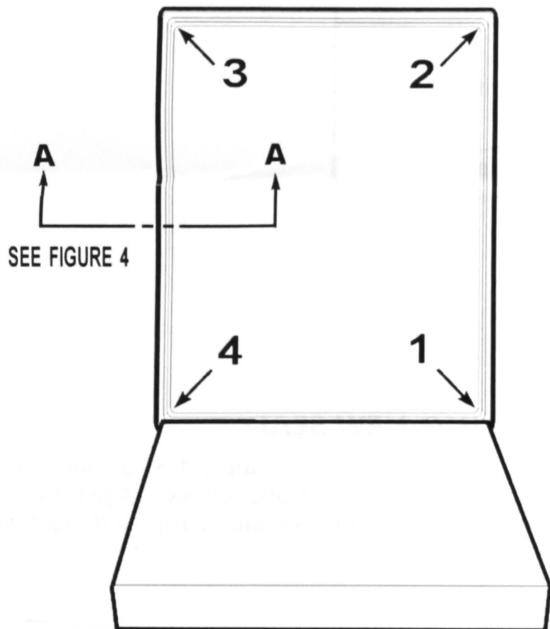

FIGURE 3
2. Insert new seal, starting at bottom right. With the retaining flipper and the white line facing the outside of the tub. See Figure 4. Install bottoms and corners of seal in each of the four points as shown. At points 1 and 4, the gasket should just touch the bottom of the tub; it should not be "wrapped" under the door. See Figure 3. After seal is lightly installed, go back along entire surface of seal and push seal securely into place. Seal must rest tightly against tank as shown in "correct" illustration. See Figure 5.
2. Insérer le joint neuf dans le profilé. (L'ailette de retenue et la ligne blanche doivent être orientées vers l'extérieur de la cuve). Voir figure 4. Insérer la languette du bas du joint aux 4 points mentionné sur l'illustration. Aux points 1 et 4, le joint doit simplement toucher le fond de la cuve; il ne doit pas être engagé sous la porte. Voir figure 3. Après une pose approximative du joint, reprendre le travail sur toute la surface du joint, et pousser complètement le joint pour provoquer la mise en place. Le joint doit être parfaitement en appui contre la cuve – voir l'illustration (« correct »). Voir figure 5.